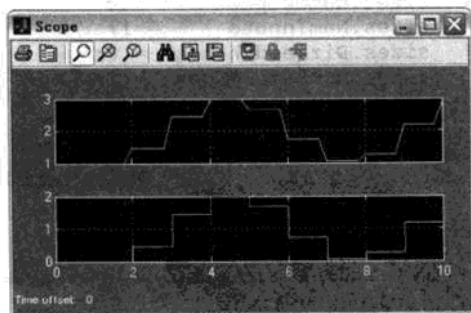

图 11.24 混合模型比较结果图
(2) 运行模型。
(3) 运行结果如图 11.24 所示。